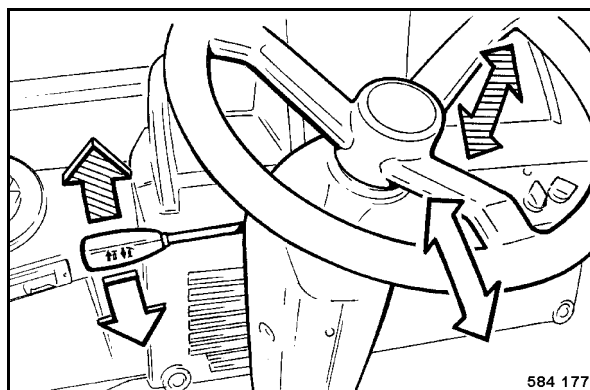

Fig. 71
- Tirer le levier (Fig. 71) vers le haut et régler le volant à la hauteur désirée.